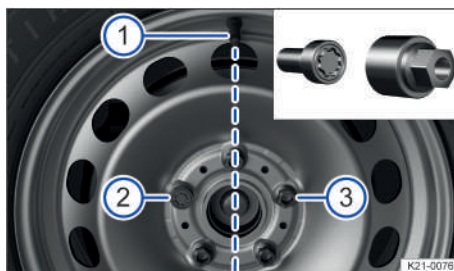

Fig. 272 Cambio de rueda: válvula del neumático ① y lugares de montaje del tornillo de rueda antirrobo ② o ③.
En las ruedas con tapacubos integrales, el tornillo de rueda antirrobo tiene que estar enrosado en la posición → fig. 272 ② o ③, tomando como referencia la posición de la válvula del neumático ①. De lo contrario no se podrá montar el tapacubos.